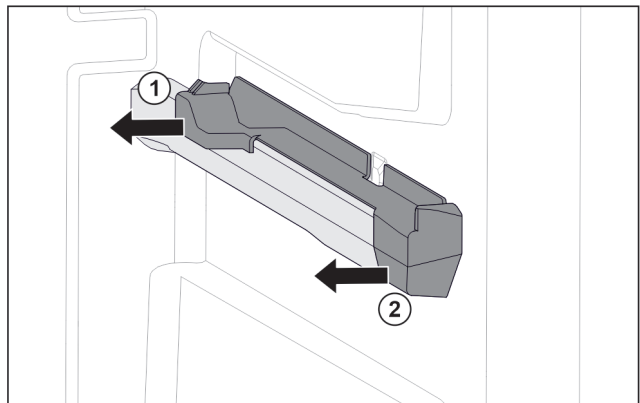

Fig. 107 Element nasadzany na prawym żebrze pojemnika
- ▶ Odciągnąć element nasadzany z tyłu w bok. Fig. 107 (1)
- ▶ Odciągnąć element nasadzany z przodu w bok. Fig. 107 (2)